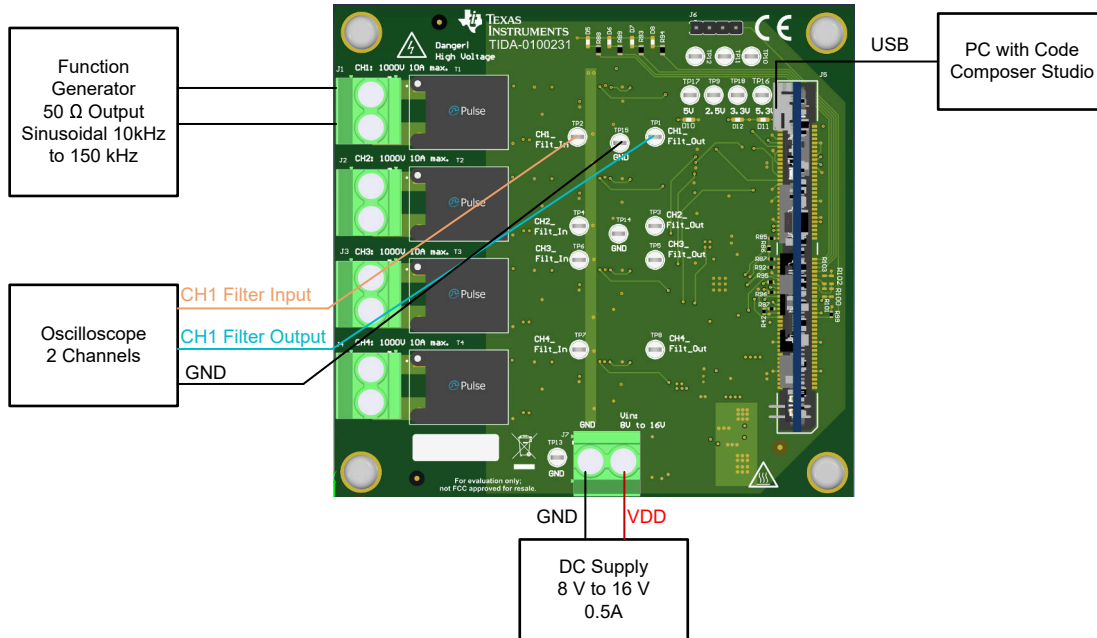

図 3-1. ハードウェアとソフトウェアの検証用設定
図 3-1 に、ハードウェアの設定を示します。
- J2 に 8V~16V の補助電源を供給するための DC 電源。電流を 0.5A に制限。極性については、図 3-1 を参照。
図 3-1 に、このテストで使用する設定を示します。CH1 入力とサンプリングされた信号に適用される、異なる周波数の正弦波入力信号があります。計算されたアーク・ノイズは、Code Composer Studio 内で観測されます。図 3-3 および 図 3-4 に、ソフトウェアを controlCARD にロードした後、コードを開始する前の、外部 ADC バージョンと内部 ADC バージョンの「Expressions」ウィンドウを示します。